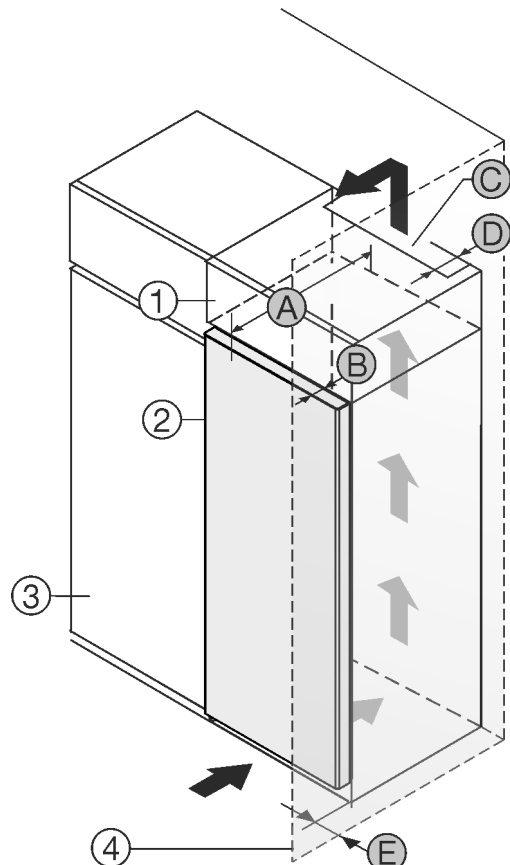

Fig. 1
Gerät direkt neben dem Küchenschrank Fig. 1 (3) aufstellen.*
An der Rückseite des Aufsatzschrankes muss ein Abluftschacht mit der Tiefe Fig. 1 (D) über die gesamte Aufsatzschrankbreite vorhanden sein.*
Unter der Raumdecke muss der Entlüftungsquerschnitt Fig. 1 (C) eingehalten werden.*
Wenn das Gerät mit den Scharnieren neben einer Wand Fig. 1 (4) aufgestellt wird, muss der Abstand zwischen Gerät und Wand mindestens 13 mm betragen. *
Wenn das Gerät mit den Scharnieren neben einer Wand Fig. 1 (4) aufgestellt wird, muss der Abstand zwischen Gerät und Wand mindestens 57 mm betragen. Dies entspricht dem Griffüberstand bei geöffneter Tür.*